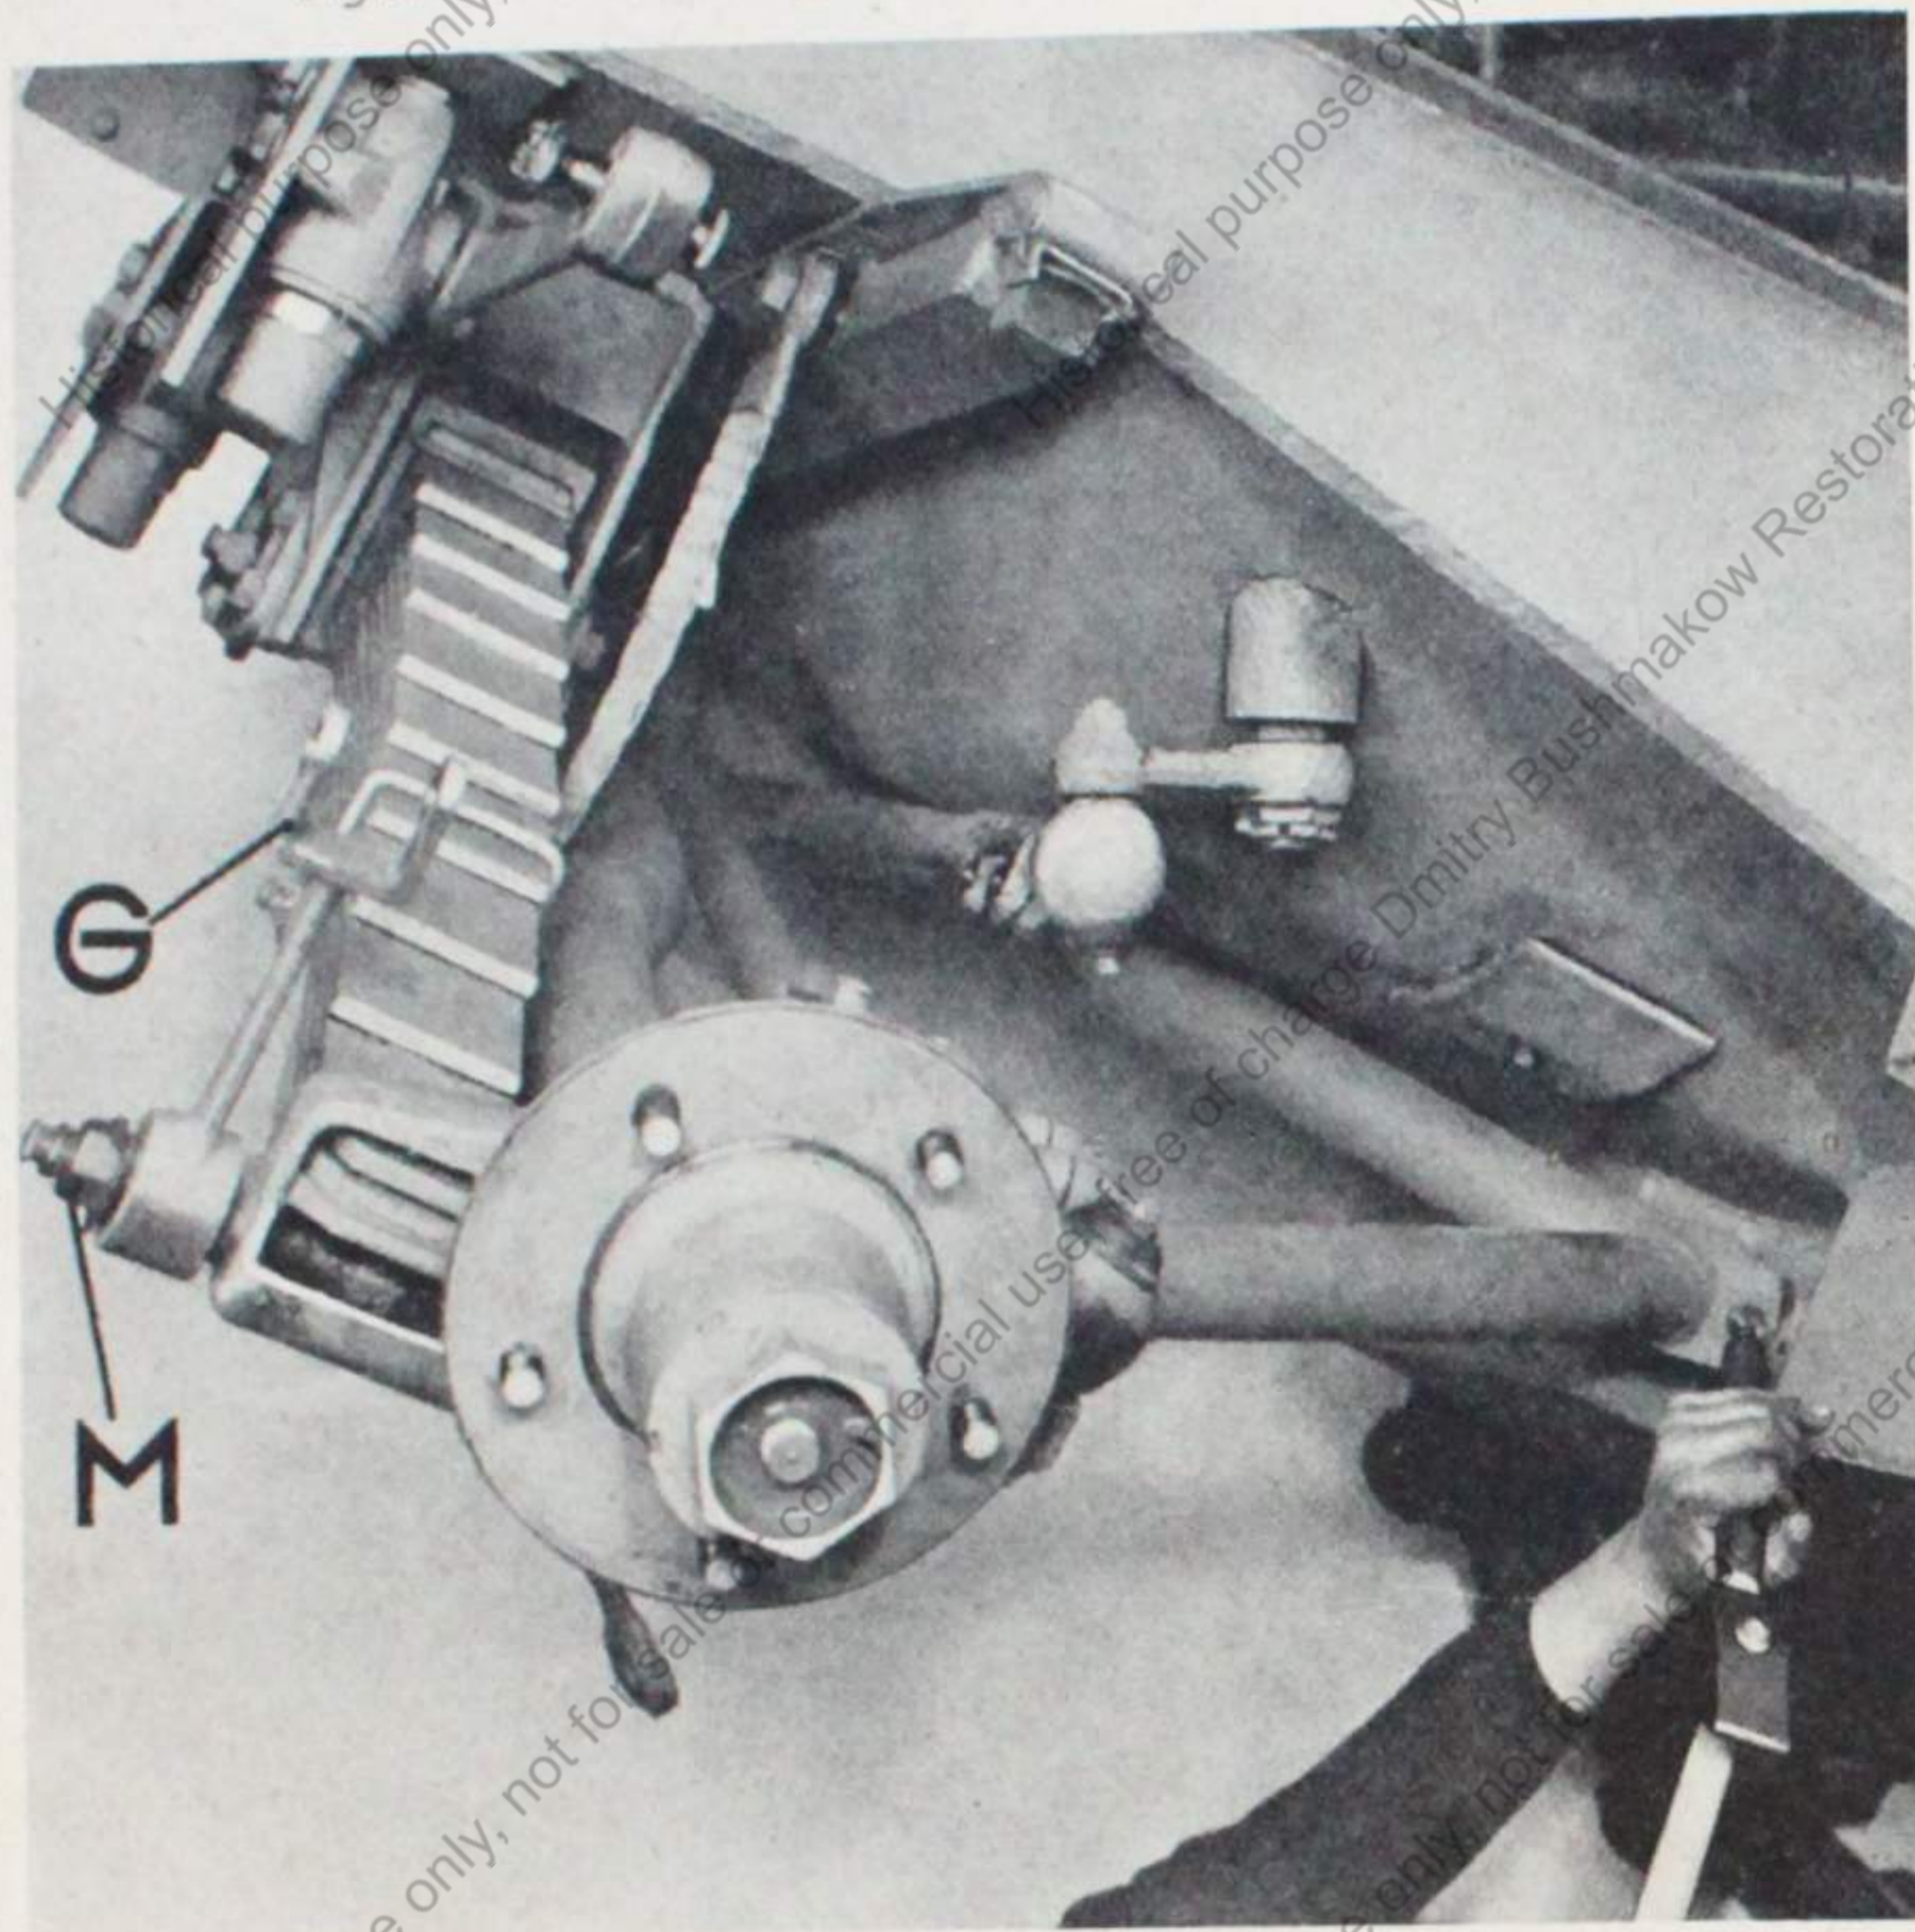

Bild 12
5. Beim **Aufsetzen** muß die Kerbe in der Stoßdämpferwelle auf die Mitte des Stoßdämpferarmes zeigen. Einstellung durch Klemmbefestigung und Kerbverzahnung. Bei falscher Lage des Stoßdämpferarmes wird im Fahrbetrieb der Dämpfer zerstört. — Stoßdämpferarm, wenn nötig, leicht nachrichten, bis er sich leicht in der Gabel (G im Bild 12) bewegt, sonst wird das Gummilager beschädigt.
5. Bei den Stoßdämpfergabeln G (Bild 12) die Sicherungsbleche bei M (Bild 12) aufschlagen, die Druckschmierköpfe (17 mm) entfernen und die Muttern 27 mm lösen, Stoßdämpfergabel abziehen